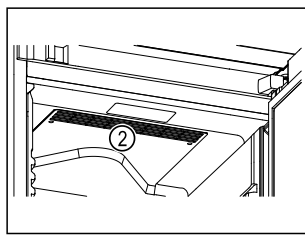

Fig. 62
- ❑ Pidä sisätilassa olevan kiertoilmahuuhtaimen tuuletusraot Fig. 62 (2) vapaina.